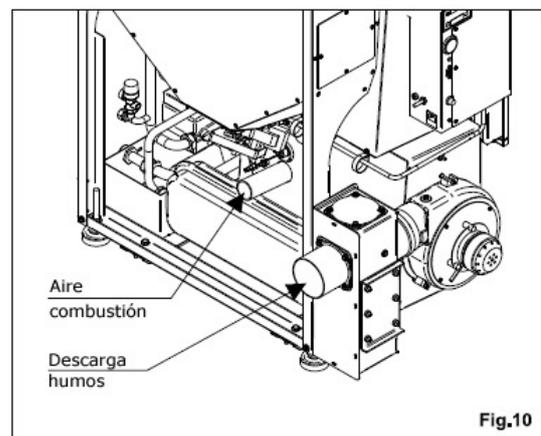

Fig.10
- La entrada del aire que produce la combustión dentro de la termochimenea se produce a través de un tubo Ø50 situado en la parte posterior de la termochimenea (**fig. 10**). Es posible efectuar una toma de aire externa directa, conectando un extensión (del mismo diámetro) al tubo Ø50 mm.